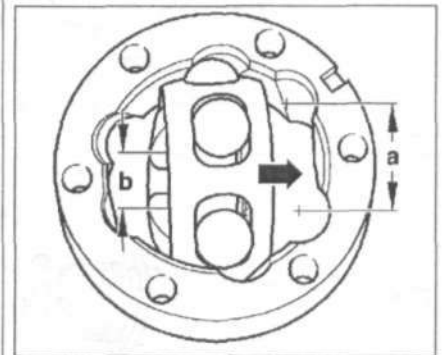

Рис. 9.37. При установке проследите за тем, чтобы широкая сторона «а» корпуса шарнира была совмещена с узкой стороной «b» на ступице.
7. Установите ступицу с шариками в корпус шарнира. При установке проследите за тем, чтобы широкая сторона «а» корпуса шарнира была совмещена с узкой стороной «b» на ступице (рис. 9.37). Фаска на внутренней стороне ступицы (на шлицевой части) должна быть направлена к большему диаметру корпуса шарнира.